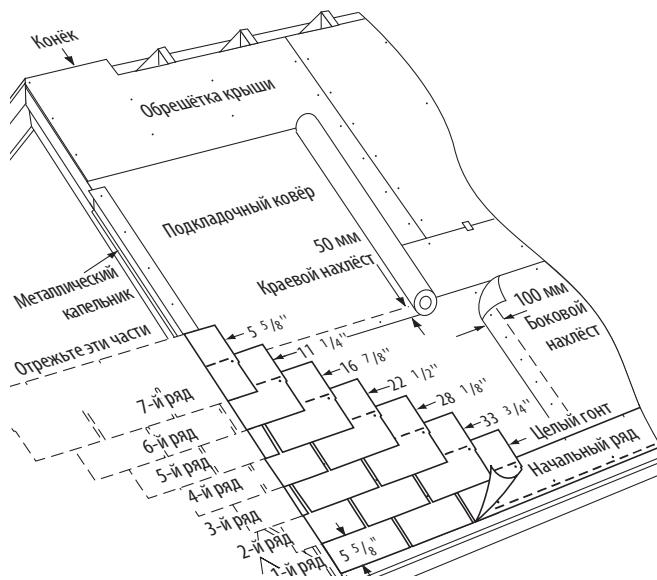

Рис. 10-14. Укладка первых семи рядов на крышу со стандартным уклоном.
1-Й РЯД: Уложите целый гонт в левом нижнем углу крыши. Разместите язычки вровень с краями гонтов начального ряда. Таким образом герметик на полосовых гонтах начального ряда пристанет к язычкам гонтов первого ряда и не позволит им задираться при сильном ветре (Рис. 10-14).
1. Отрежьте 14,3 см с левой стороны гонта и уложите этот кусок шириной 85,7 см над гонтом первого ряда и поверх него, на одной линии с левым краем начального ряда (Рис. 10-14).
2. Отрежьте 28,6 см от первого гонта третьего ряда, 42,8 см от первого гонта четвёртого ряда, 57,2 см от первого гонта пятого ряда, 71,5 см от первого гонта шестого ряда и 85,7 см от первого гонта седьмого ряда. Уложите каждый гонт левым краем на одну линию с гонтами предыдущего ряда (Рис. 10-14).